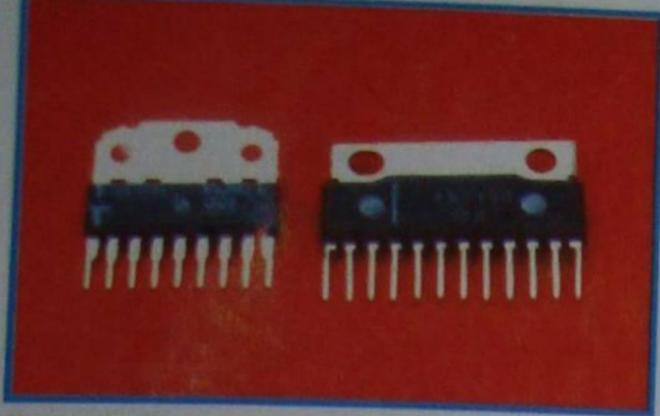

Figura 4 - Encapsulamento SIP.
1) **em linha simples** ("Single In-Line Pin", em inglês, que significa "pinos em linhas simples") ou **SIP**, caso os terminais do componente encontrem-se dispostos em apenas um dos lados do mesmo. Essa disposição pode ser vista na **figura 4**.